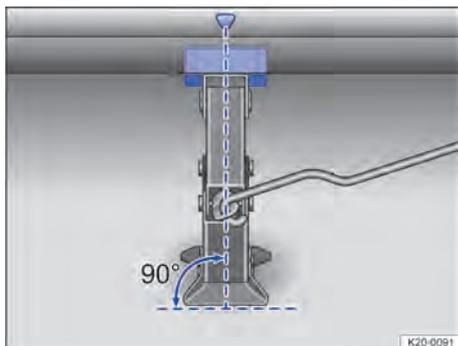
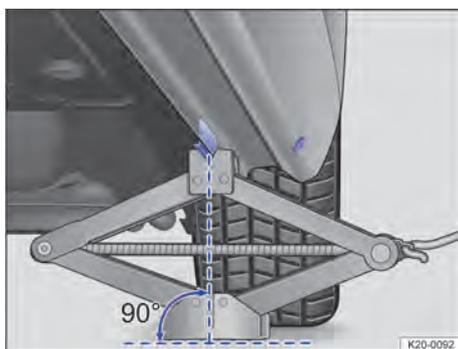

Fig. 195 Macaco posicionado no lado esquerdo traseiro do veículo.
Fig. 196 Macaco posicionado no lado esquerdo traseiro do veículo.
11. Garantir que a base do macaco, com toda sua superfície, esteja sobre o chão e que a base se encontre perpendicularmente abaixo do ponto de apoio → Fig. 195 e → Fig. 196.
12. Alinhar o macaco e, simultaneamente, levantar a garra do macaco até ela envolver o ponto de admissão do macaco debaixo do veículo → Fig. 196.
- Posicionar o macaco somente nos pontos indicados. A garra do macaco deve se encaixar no perfil da langarina de forma segura → Fig. 196.